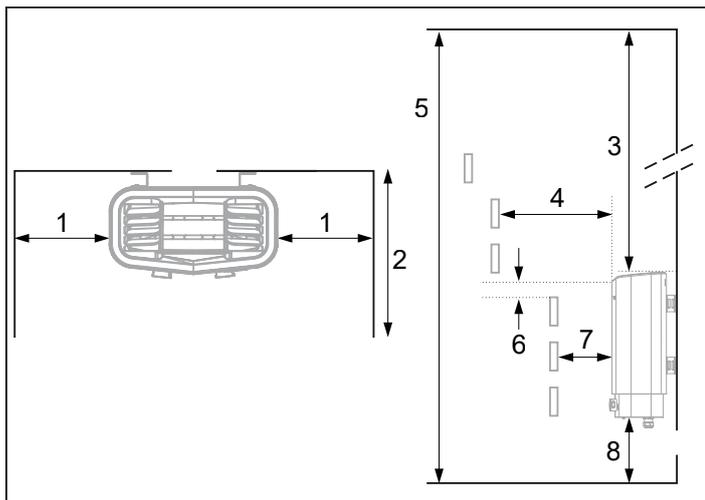

Fig 3: Placering av bastuaggregat - nischmontage (minsta tillåtna volym 4 m3)
- på samma vägg som dörren (endast i undantagsfall på sidoväggen, men då mycket nära dörrväggen). Aggregatet kan också placeras i nisch (se Fig 3).
Placera aggregatet på säkert avstånd till golv, sidovägg och inredning (se Fig 3).